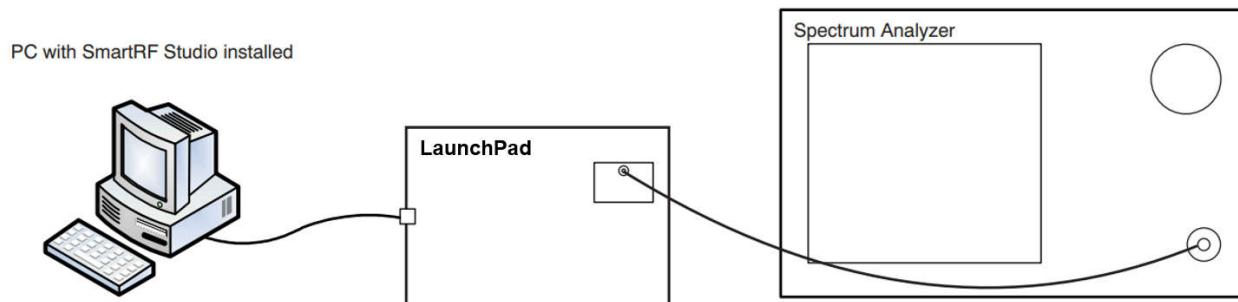
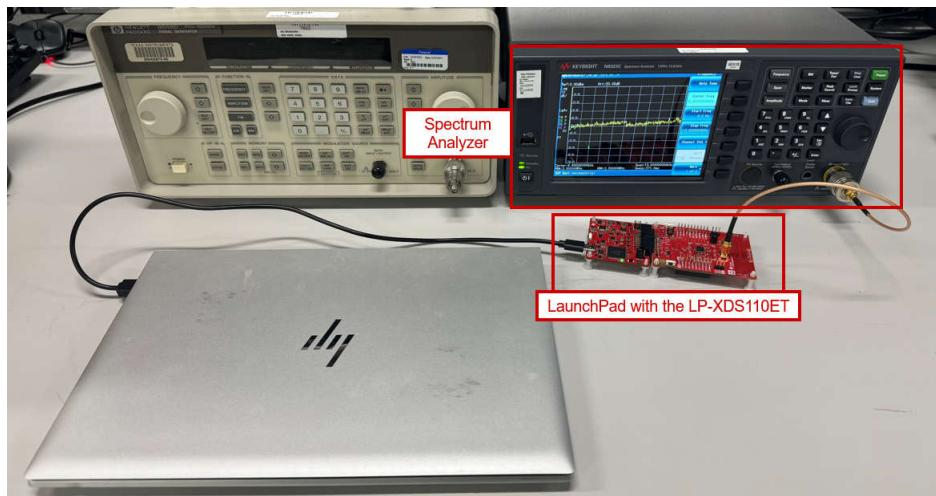
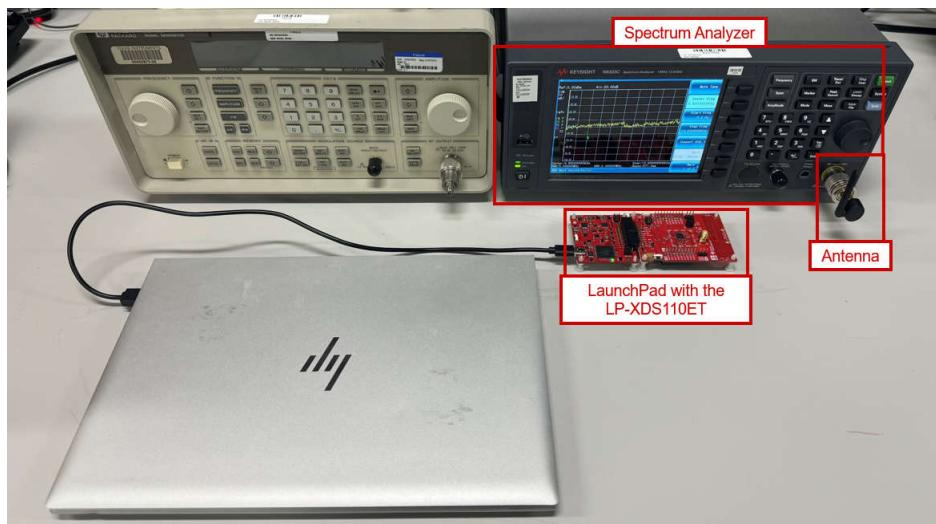

図 7-13. 送信中心周波数オフセット テスト設定図
図 7-14. SMA コネクタを使用した送信中心周波数オフセット テストのベンチ設定
図 7-15. アンテナを使用した送信中心周波数オフセット テストのベンチ設定
テスト条件: 図 7-13 に、送信中心周波数オフセットテストの設定を示します。
- ステップ 1: 図 7-13 および 図 7-14 に示すように、またはアンテナを使用する場合は 図 7-15 に示すように機器を接続します。